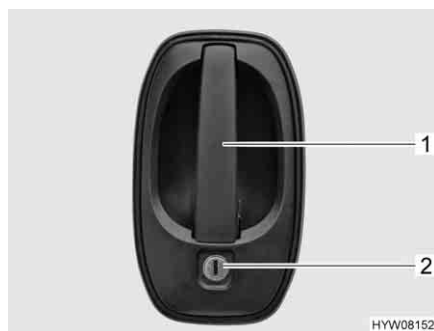

Fig. 32 Serratura della porta conducente, lato esterno
Apertura: ■ Inserire la chiave nel cilindro della serratura (Fig. 32,2) e ruotare fino a quando la serratura della porta si sblocca.
■ Tirare la maniglia della porta (Fig. 32,1). La porta è aperta.
Bloccaggio: ■ Inserire la chiave nel cilindro della serratura (Fig. 32,2) e ruotare fino a quando la serratura della porta si blocca.